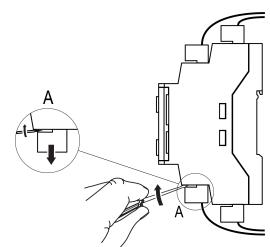

Рисунок 3 – Відокремлення змінних частин клем
- Відокремити від пристрою змінні частини кожної з клем разом з підімкненими зовнішніми лініями з'єзків за допомогою викрутки або іншого відповідного інструменту (див. рисунок 3).